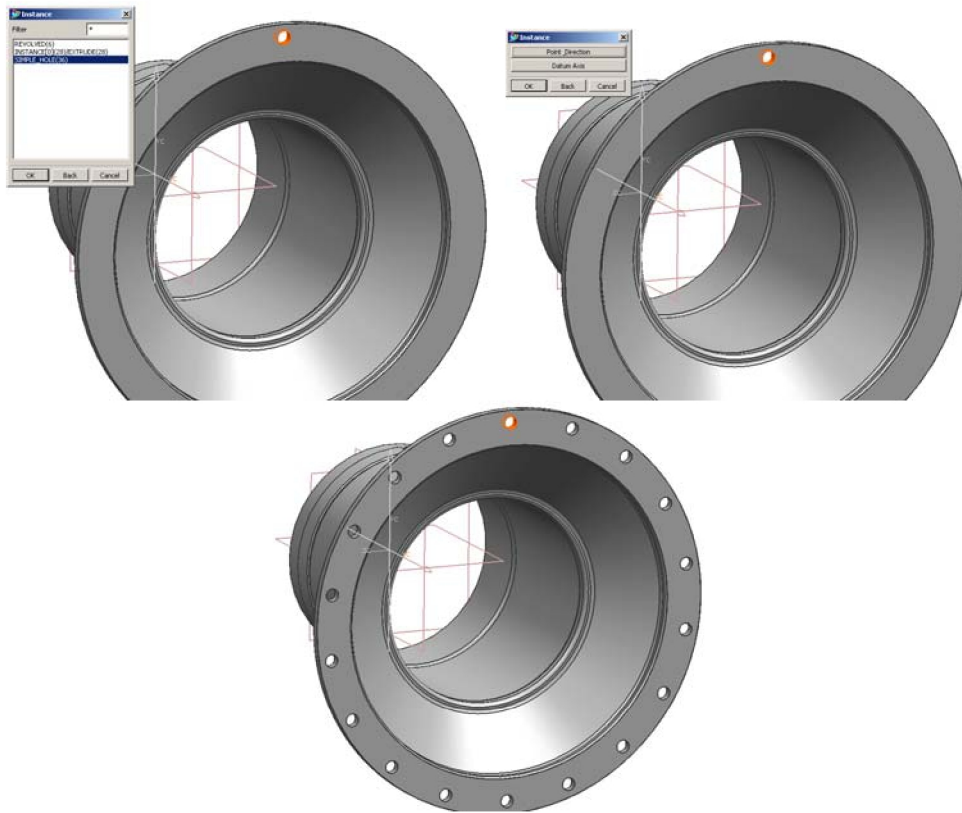

Рис. 118. Создание массива болтовых отверстий
8. Создайте массив из 18 отверстий диаметром 10 мм во фланце: **Insert** → **Associative Copy** → **Instance...** Выберите **Circular Array** → **SIMPLE_HOLE**, **OK**. Задайте количество отверстий – 18 и угловой шаг отверстий – 360/18 градусов. Выберите **Point_Direction** и **XC**, нажмите **OK**, **OK**. Будет создан массив отверстий (Рис.118).